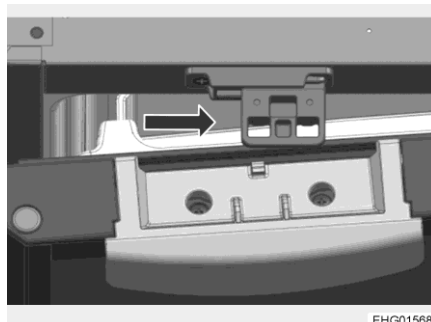

Fig. 113 Dispositivo di chiusura
- Spingere il dispositivo di chiusura verso destra (Fig. 113, freccia).